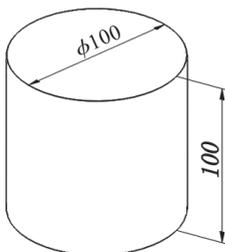

图5-26 先创建圆柱体
- (1) 单击“新建”按钮，弹出“新建SolidWorks文件”对话框，单击“零件”按钮.
- (2) 先以上视基准面为草绘平面，创建一个圆柱体，尺寸为 $\phi 100\text{mm} \times 100\text{mm}$ ，如图5-26所示。
- (3) 单击  旁边的▶符号，在菜单栏中选择“插入”→“3D草图”命令。
- (4) 再单击  旁边的▶符号，在菜单栏中选择“工具”→“草图绘制实体”→“方程式驱动的曲线”命令，在弹出的“方程式驱动的曲线”属性管理器中输入下列方程。